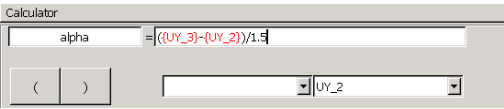

图7.10 数据运算表达式
(1) 在变量名输入框中输入 **【alpha】**，在表达式输入框中输入 **【(-)/1.5】**。
(2) 把活动光标移到“-”前面，然后在变量下拉列表框中选择 **【UY\_3】**；再把光标移动到“-”后面，在变量下拉列表框中选择 **【UY\_2】**，最后得到的表达式，如图 7.10 所示。